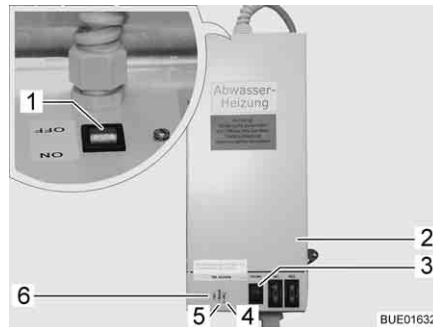

Fig. 250 Transformador con aparato regulador
Según el modelo, el transformador de 230 V AC/12 V DC (Fig. 250,2) estará instalado en el armario ropero o en el baúl del grupo de asientos.
- La luz de control (Fig. 250,5) se enciende verde: Regulador en funcionamiento.
- Las luces de control (Fig. 250,4 y 6) se encienden rojas: Las tuberías de aguas residuales se calientan.
La carcasa tiene un pulsador de prueba (Fig. 250,3) integrado con el cual se puede poner en funcionamiento brevemente el aparato regulador. Presionando el pulsador de prueba se puede comprobar el funcionamiento del calentamiento aún cuando la temperatura ambiente sobrepase los 5 °C.
- Poner el interruptor (Fig. 250,1) en el transformador (Fig. 250,2) en "ON".
- Poner el interruptor (Fig. 250,1) en el transformador (Fig. 250,2) en "OFF".